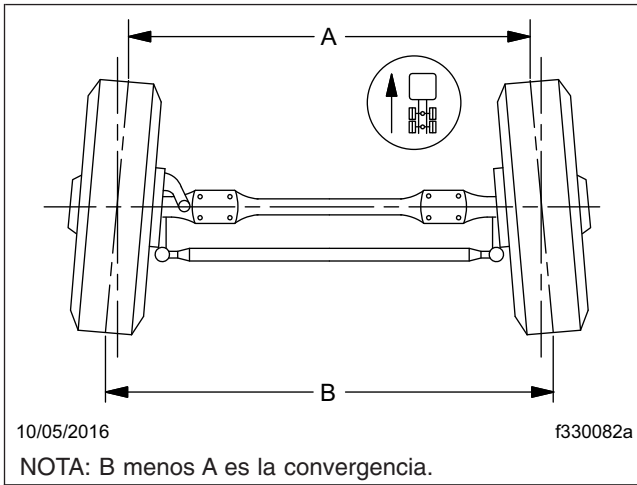

Figura 6, Convergencia de las ruedas (vista desde arriba)
6. Coloque un compás de varas en la parte trasera de los neumáticos delanteros; ubique las puntas del compás a la altura del vástago, y ajuste las puntas para que se alineen con las líneas trazadas en la costilla central de los neumáticos delanteros. Vea la **Figura 6**. Fije las puntas en posición. Compruebe que la escala esté ajustada a cero.